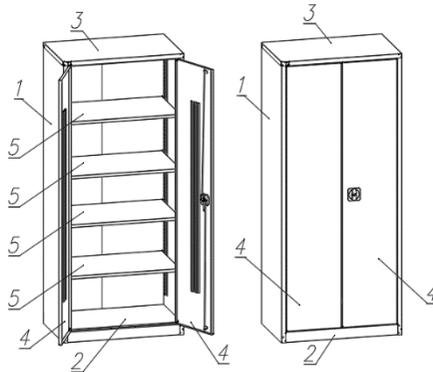

Рис. 1. Описание инструментальных шкафов серии ML
- 3.1. Инструментальный шкаф (см. рис. 1) состоит из: 1 - боковин с задней стенкой; 2 - дна; 3 - верхней крышки; 4 - дверей; 5 - Полки (4 полки входят в комплект). **Поставка шкафов осуществляется в собранном виде.**